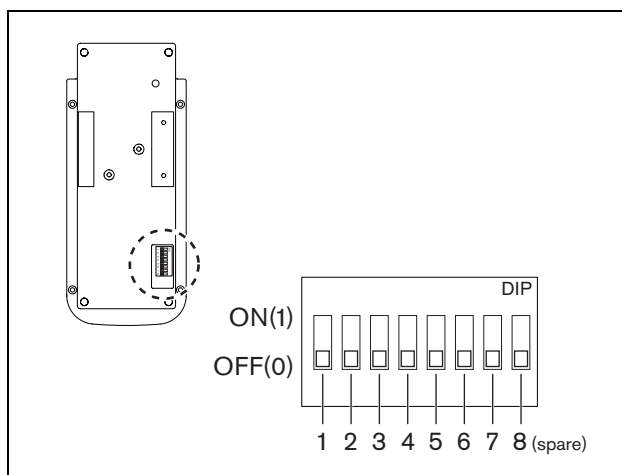

figura 4.2: Interruptores DIP
Consulte o figura 4.2.
Consulte figura 4.2. Utilizam-se os interruptores DIP número 1, 2 e 3 para definir o sinal sonoro.
Consulte figura 4.2. utiliza-se o interruptor DIP número 4 para a definição da função de utilização do microfone momentânea ou definitiva.
Consulte figura 4.2. utiliza-se o interruptor DIP número 5 para a definição do filtro de voz em LIGADO (1) ou DESLIGADO (0).
Consulte figura 4.2. Utilizam-se os interruptores DIP número 6 e 7 para definições do ganho do microfone. 1 = Posição LIGADO, 0 = Posição DESLIGADO.